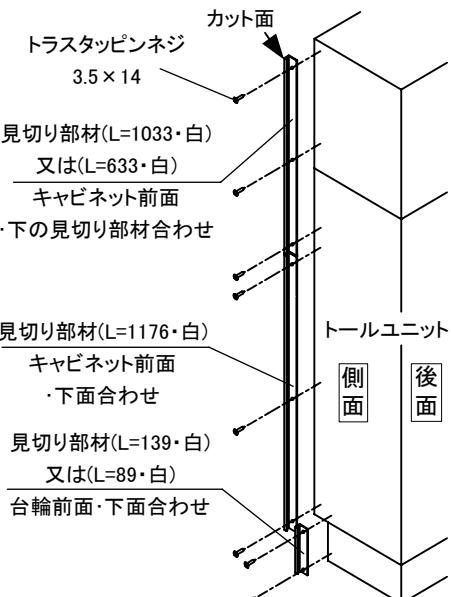

図16
- ④見切り部材をキャビネットにネジ(トラスネジ3.5×14)で固定してください。(図16)